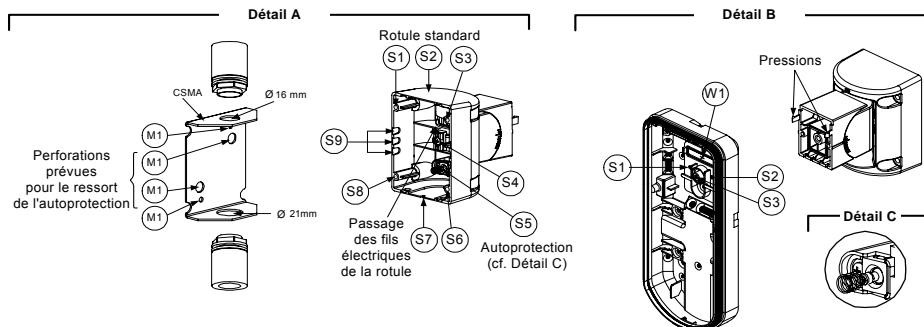

Figure 7
3. Percez les entrées pré-percées du socle externe (Figure 7, Détail B)
4. Retirez de la rotule la pastille requise pour son branchement électrique S2, S7 ou S9 (Figure 7, Détail A).
5. Retirez l'autoprotection arrière du socle interne (cf. § "Changement de position de l'Autoprotection arrière") et reliez-la au point S5 (Figure 7, Détail A) de la rotule standard.
- a. Introduisez les fils électriques externes à travers les pastilles pré-percées S2, S7 ou S9 et faites-les ressortir (y compris les fils de l'autoprotection) par le passage de la rotule prévu à cet effet (Figure 7, Détail B).
(à l'aide de l'adaptateur rotule métallique pour conduit - CSMA) (Figure 7, Détail A)
- d. Insérez les câbles externes et les fils électriques de l'autoprotection en partant du conduit et en passant par le passage de la rotule prévu à cet effet (Figure 7, Détail A).
Le ressort de l'autoprotection S5 (figure 7) doit toucher le mur à travers les entrées prévues à cet effet M2 ou M3 dans le CSMA. Assurez-vous d'entendre un "clic" venant de l'autoprotection lorsque vous l'accrochez au mur.
7. Insérez les fils électriques de l'autoprotection ainsi que les câbles externes en partant de la rotule standard et en passant par la pastille pré-percée W1 du socle externe (Figure 7, Détail B).